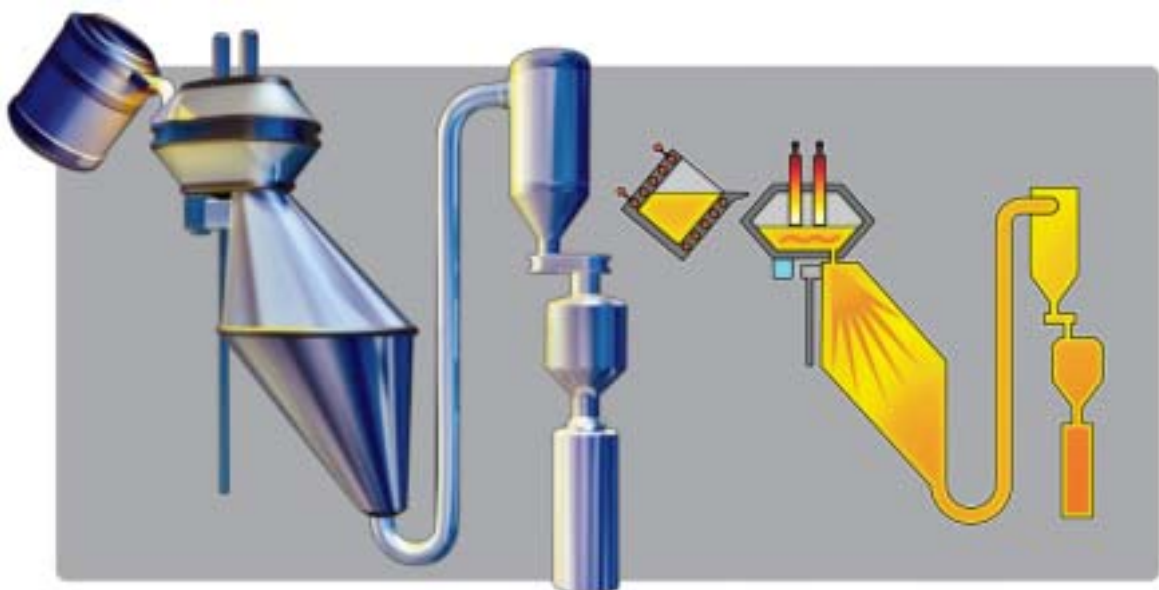

Abbildung 6. Schematische Darstellung des PM-Verfahrens für die Herstellung von Werkzeugstählen.
Das pulvermetallurgische (PM) Verfahren wird angewandt für die Herstellung von Rohblöcken aus hochlegierten Werkzeugstählen, die frei von Karbidseigerungen (Karbidnetzen) im Makromaßstab sind. Das PM-Verfahren ist in Abb. 6, Seite 12, schematisch dargestellt. Nach der Verdüsung der Schmelze entstehen kleine erstarrte Tropfen (Pulver). Das Pulver wird in eine Kapsel eingefüllt, die dann isostatisch gepresst wird. Dieser „Rohblock“ (gehipte Kapsel) wird dann zu Stabmaterial warmumgeformt (geschmiedet/ gewalzt).